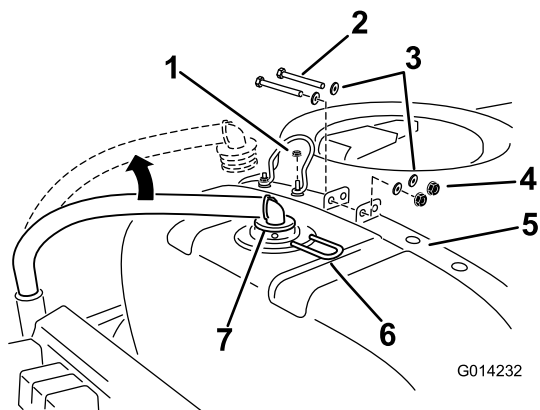

Figure 7
4. Débranchez le flexible d'alimentation à l'arrière et en haut de la cuve principale (Figure 7).